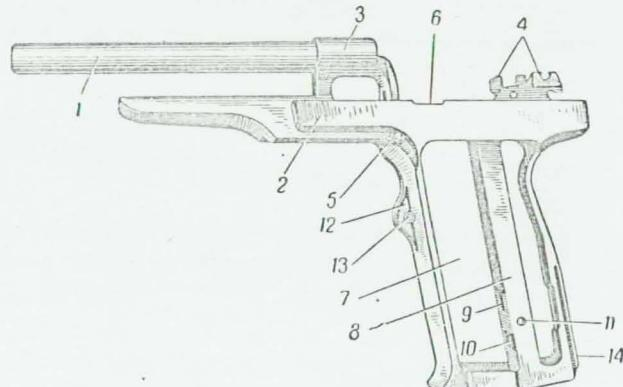

Рис. 24. Рамка со стволов и основанием рукоятки:
25. Рамка со стволов и основанием рукоятки (рис. 24).